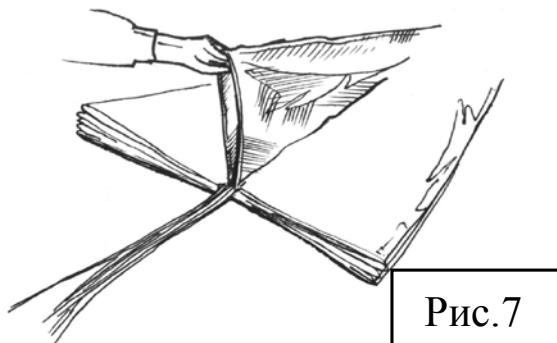

Рис.7
7. Расправьте среднее полотнище (между стропами №1 и №16 для ОК-34 или между стропами №1 и №18 для ОК38), и разложите его симметрично по центру (рис.7 и 8).